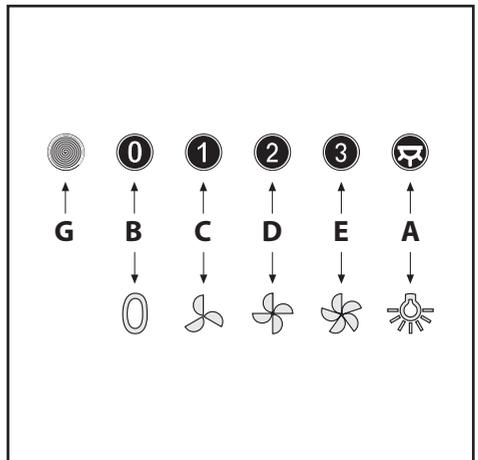

Fig.7
• **Comandi meccanici (Fig.7)** la simbologia è di seguito riportata: